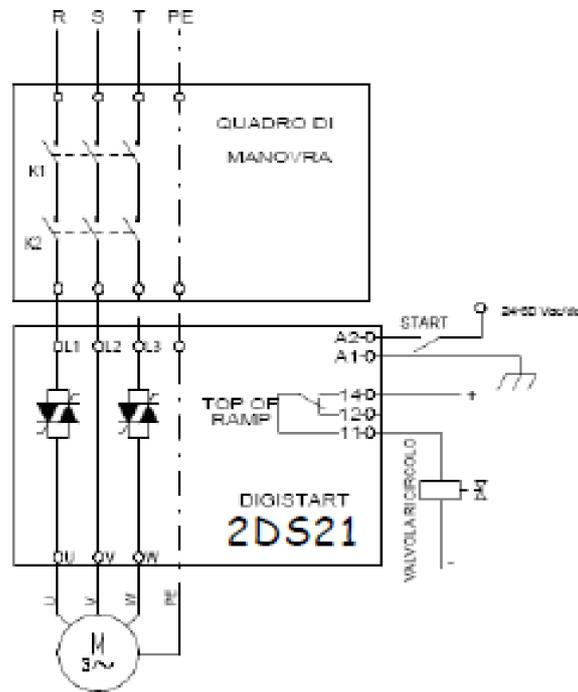

Fig. 1
- Collegare il motore, la forza motrice e la terra come da schemi allegati (Fig. 1 e 2).